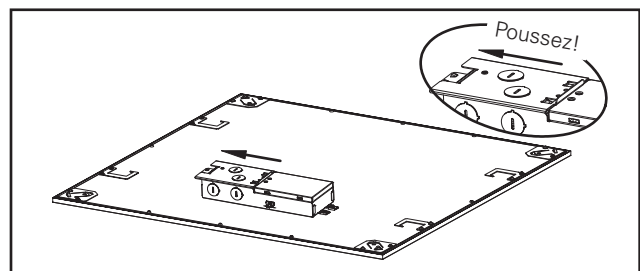

Figure 1.
3. Repérez le couvercle de la boîte de jonction du luminaire et glissez-le afin de le retirer (Fig. 1).